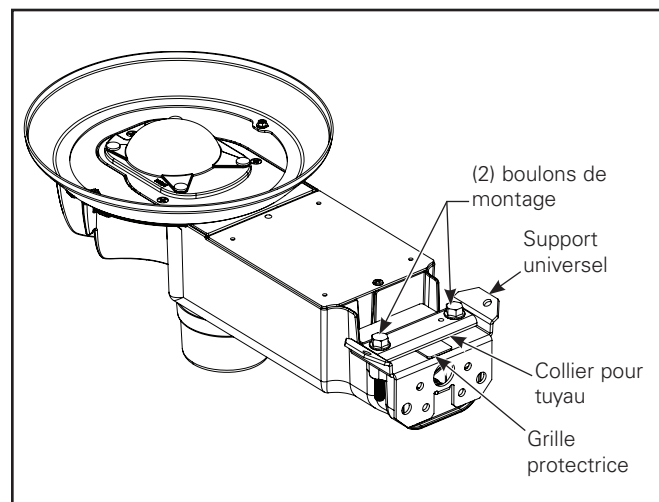

Figure 1.
1. Utilisez la clé à douille de 12,7 mm (1/2 po) pour retirer le support de montage mural ou sur poteau du luminaire et conservez les deux (2) boulons de montage du luminaire et la grille protectrice. Jetez le support du collier pour tuyau. (Figure 1.)
1. Utilisez la clé à douille de 12,7 mm (1/2 po) pour retirer le collier pour tuyau du support du luminaire et conservez les deux (2) boulons de montage. Jetez le support de montage mural/poteau et la grille protectrice. (Figure 1.)